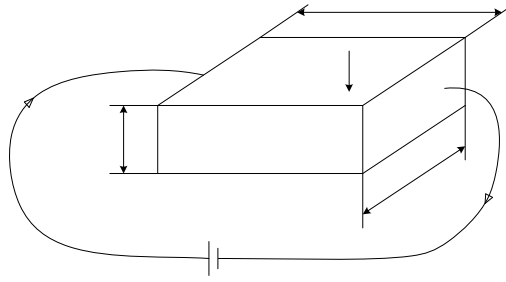

Рисунок 2.1 – До визначення ЕРС Холла в напівпровідниках
2.2.67 Сила Лоренца F , H , що діє на рухомий заряд q , K зі швидкістю V , $\text{м}/\text{с}$ в магнітному полі з індукцією $\vec{B}$, Тл , є векторний добуток $F = q(\vec{V} \cdot \vec{B})$. Через зразок напівпровідника, який розташовано перпендикулярно до вектора індукції B , проходить струм I (рис. 2.1). Виходячи з наведеної формули, вкажіть, на яких гранях зразка, з'явиться надлишок дірок, якщо взяти p -зразок. Як визначити величину та знак ЕРС Холла?